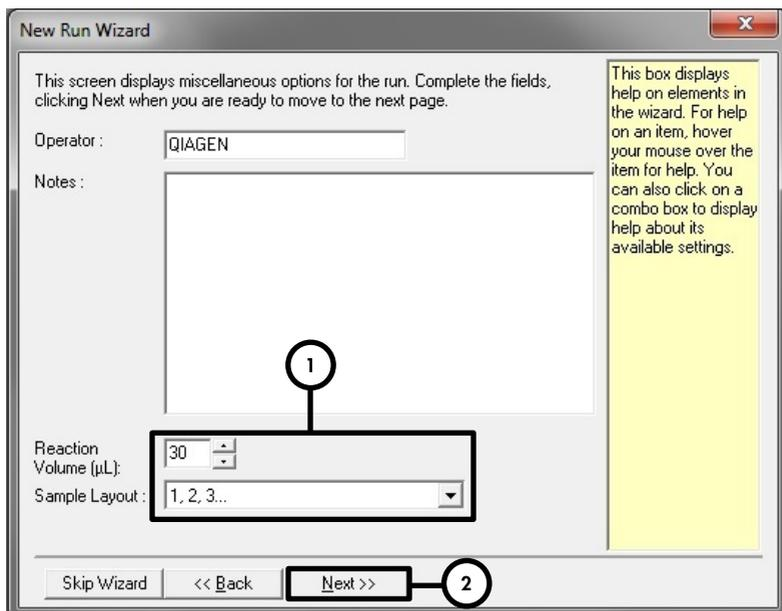

Figura 3. Impostazione dei parametri generali del test.
8. Selezionare **30** per il volume della reazione PCR e fare clic su **Next** (Avanti) (Figura 3).